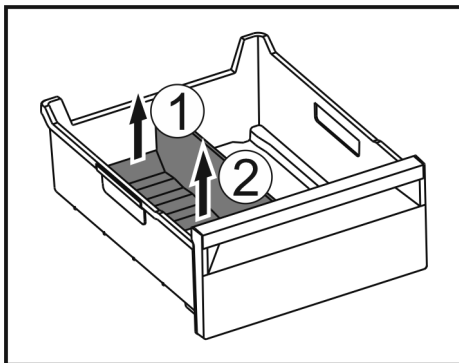

Fig. 164
- ▶ Підняти задню частину перегородки відділення для льоду. Fig. 164 (1)
- ▶ Вилучити перегородку рухом вгору. Fig. 164 (2)